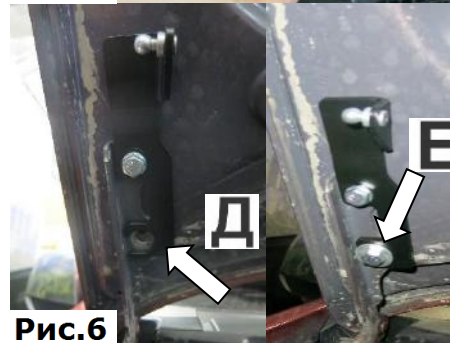

Рис.6
6. Открутить нижний болт крепления капота торцевой головкой №12 (Д). Закрепить нижнюю часть кронштейна болтом М8х20 через втулку (Е). Затянуть болт М8х20 торцевой головкой №13 с усилием 23 Нм, (Рис.6).